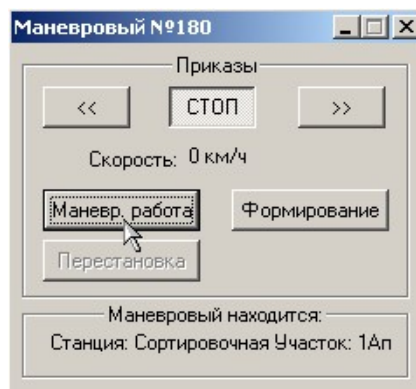
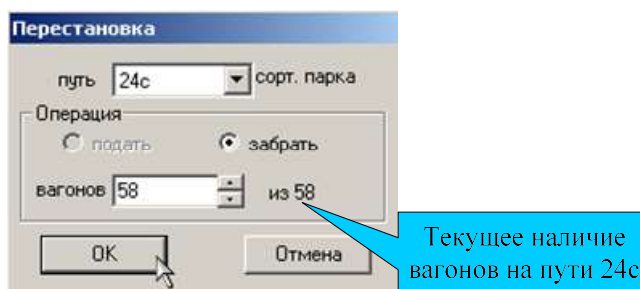

Рис. 10. Поездная радиосвязь с маневровой единицей.
Рис. 15. Окно «Перестановка».
3. После этого нажать на кнопку «Маневр. работа» (рис. 10).
После определения пути, с которого будет выставляться состав (рис. 2), маневровый локомотив подводится к выходу из сортировочного парка и вызывается по радиосвязи. В окне поездной радиосвязи с маневровой единицей (рис. 10) необходимо нажать на кнопку «Перестановка». Появится следующее окно (рис. 15):
Если необходимо вагоны подать на сортировочный путь, тогда в окне «Перестановка» (рис. 15) в поле «Операция» включается опция «Подать», указывается путь сортировочного парка и количество вагонов.
единицей (рис. 10) необходимо нажать на кнопку «Формирование» и ввести номер поезда (рис. 16).